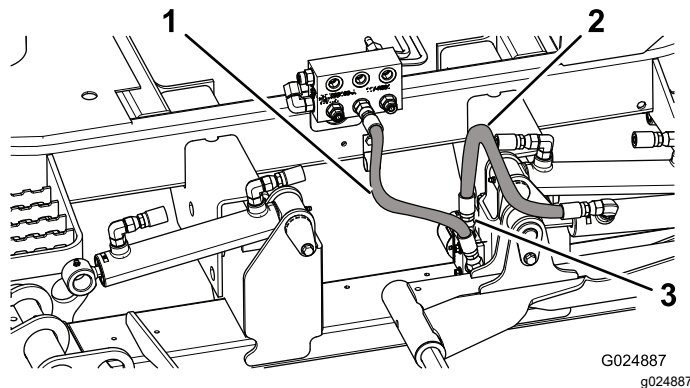

Figura 4
8. Enrute y conecte el extremo de la manguera que desconectó del distribuidor de unión al acoplamiento superior (recto) del distribuidor de bloqueo de la carcasa (Figura 4).
9. Enrute e instale la manguera nueva en el distribuidor de unión y en el acoplamiento de 90 grados del distribuidor de bloqueo de la carcasa (Figura 4).